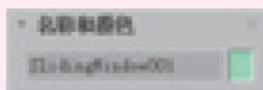

图4-64 【名称和颜色】卷展栏
**【名称和颜色】卷展栏：**通过该卷展栏，可以设置植物对象的名称、颜色和默认材质，如图4-64所示。